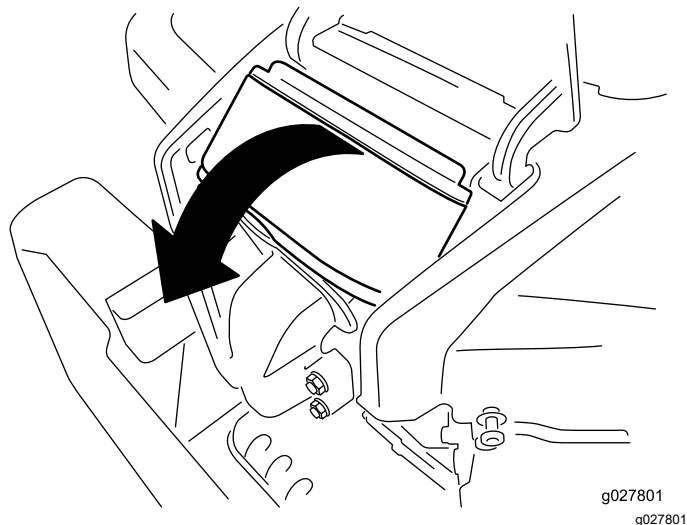

Figura 45
4. Sollevate il coperchio e ruotate il gruppo del filtro dell'aria per estrarlo dal motore (Figura 45).